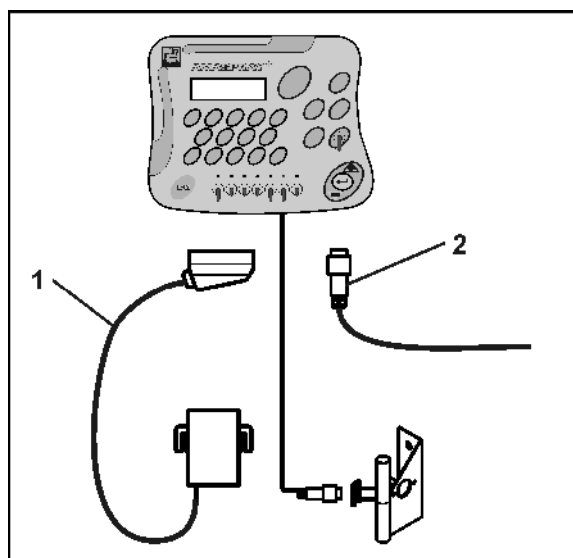

Рис. 3
1. Подсоедините навесной / прицепной агрегат, сцепленный с трактором при помощи штекера с/х агрегата (Рис. 3/1).
Сигнальный кабель сигнального гнезда трактора или датчика X (Рис. 3/2) подсоедините к AMASPRAY+ .